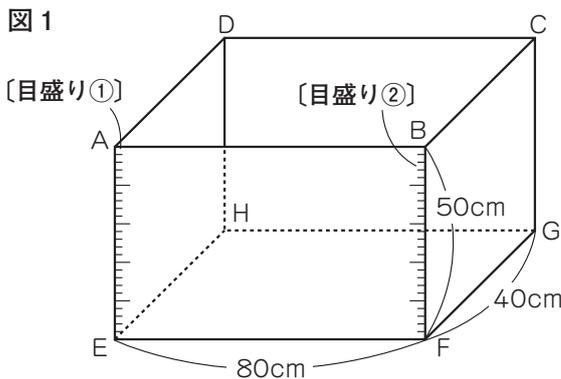

図2
太郎さんは、熱帯魚を飼うために、**図1**のような空の水そうと、**図2**のような水そうに入れるブロックを用意し、水平な台の上に置きました。それを見て、太郎さんはお父さんと話をしています。
問1 **図1**の水そう ABCD - EFGH は、たて 40cm、横 80cm、高さ 50cm の直方体の形をしています。辺 AE、BF には、それぞれ水面の高さを測る **【目盛り①】**、**【目盛り②】** がついています。水そうにブロックを入れなくて満水にするのにかかる時間は 20 分です。**図2**のブロックは、たて 40cm、横 10cm、高さ 10cm の直方体の形をしています。**図3**のように、ブロックを 7 本入れたとき、水を入れ始めてから満水になるまでに何分何秒かかりますか。ただし、答えだけではなく、計算式や考え方も書きなさい。